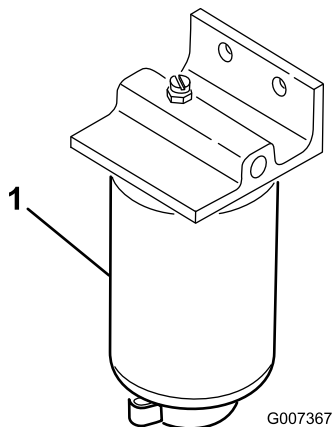

Рисунок 37
4. Откройте сливную пробку фильтра и клапан сапуна (Рисунок 37).